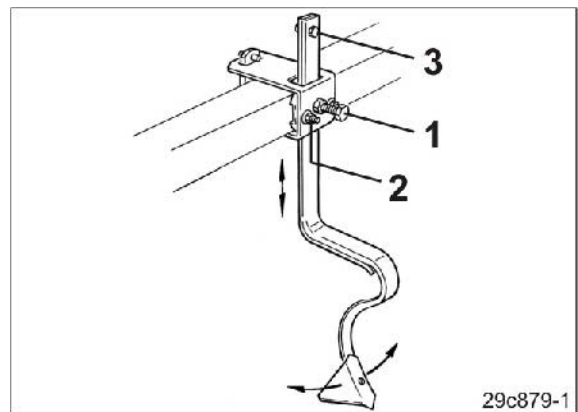

図 165
1. ロックナットと六角ねじ (図 165/1) を外してください。
3. 2 個のナット (図 165/2) を外し、トラクターのタイヤ跡消しを旋回させてください。
安全ねじ (図 165/3) により、固定ねじが外れてもタイヤ跡消しが無くなるようになっています。